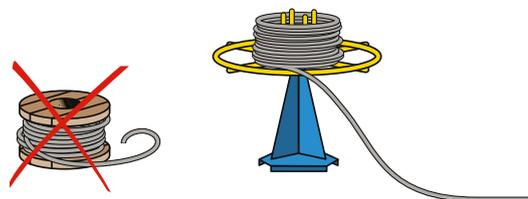

Fig. 2
- Pour dérouler les tourets : utiliser un dévideur de câble (**fig. 2**) afin d'éviter les torsions excessives. (Les torsions génèrent des irrégularités d'impédance perturbatrices lors des transmissions à haut débit).